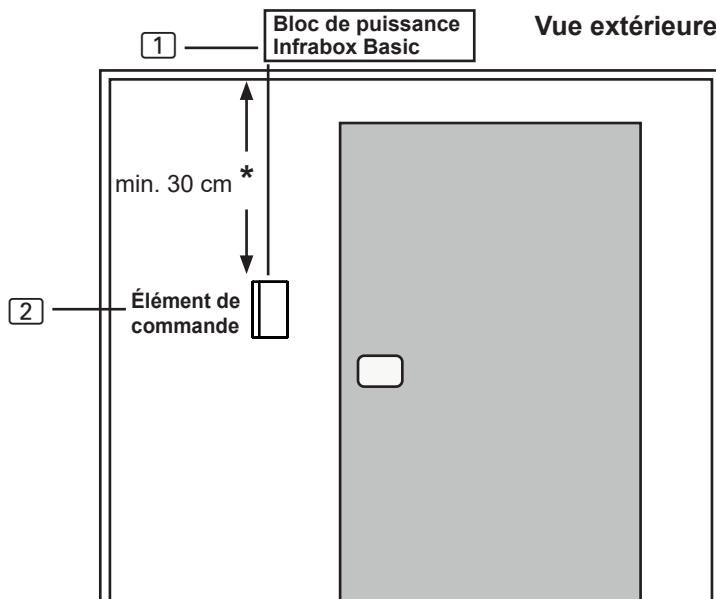

Fig. 2 Position du panneau de commande
Le panneau de commande **[2]** de la commande infrarouge est monté sur la paroi extérieure de la cabine à une distance maximale de 10 mètres du bloc de puissance **[1]** (voir Fig. 2). Pour le montage, une scie sauteuse usuelle, par exemple, est nécessaire pour réaliser la découpe pour le panneau de commande. Il est possible de monter le panneau de commande aussi bien dans la cabine qu'à l'extérieur de la cabine.
*En cas de montage à l'intérieur d'une cabine de sauna, respecter une distance minimale de 30 cm par rapport au plafond de la cabine (voir Fig. 2 Position du panneau de commande à la page 12).